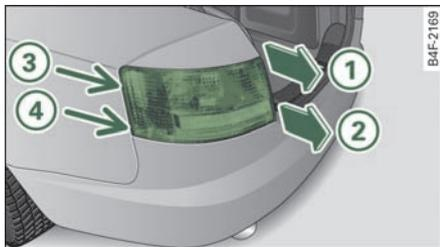

图 269 拆卸尾灯
- 沿箭头方向①和②=>图 269交替拔灯罩，使之脱离橡胶座③和④。如果需要的话，可以使楔形塑料件在③和④之间压动=>⚠️。